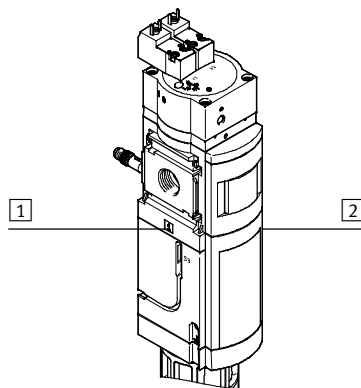

Fig. 6 Sens de passage
- Tenir compte du sens d'écoulement du raccord 1 vers le raccord 2. Pour ce faire, s'aider des chiffres **1** et **2** sur le corps du MS6-SV-D (→ Fig. 6).